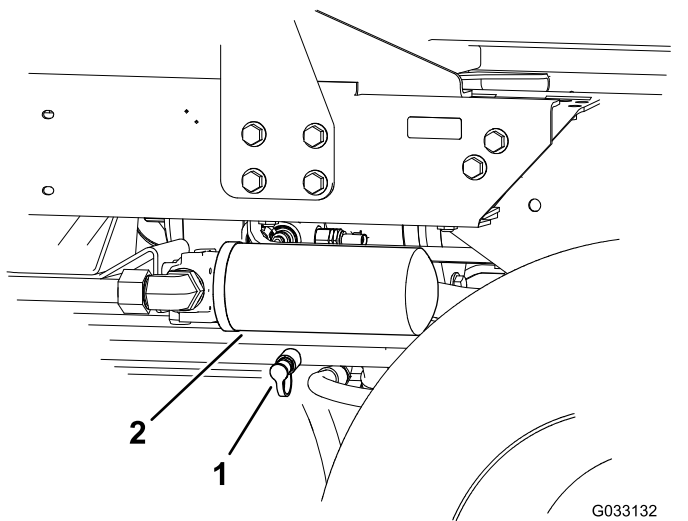

Figure 76
2. Branchez un flexible hydraulique entre le raccord de diagnostic monté dans le collecteur de déplacement arrière et la prise d'essai de pression de déplacement en marche arrière (Figure 76).